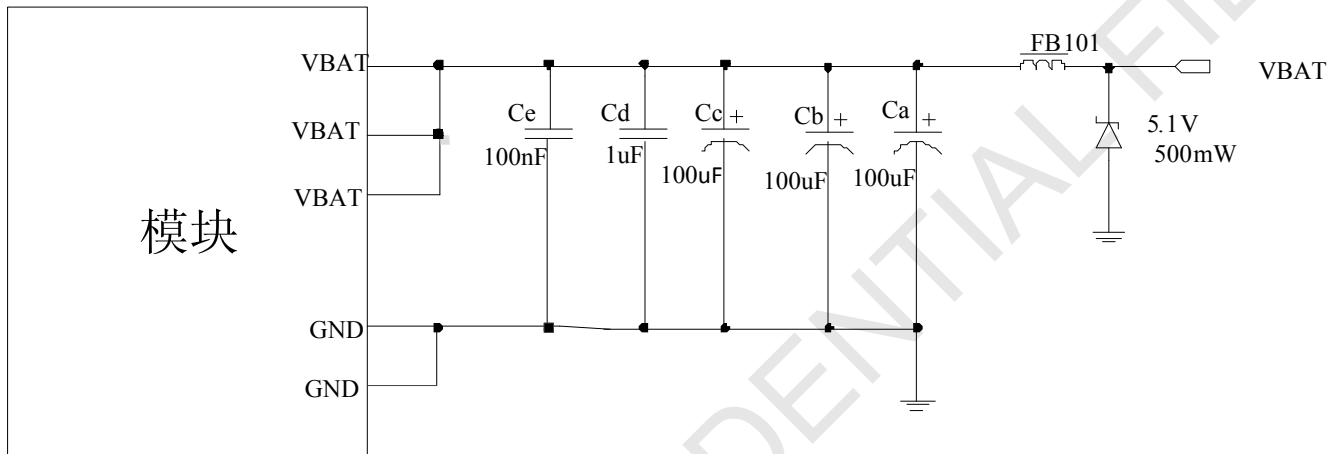

图 6: VBAT 输入参考电路
**注意：**测试条件：VBAT 供电 3.8V， $C_d=100\mu F$  钽电容(ESR 等于  $0.7\Omega$ )， $C_f=100nF$ 。(电路请参考【图 6】)